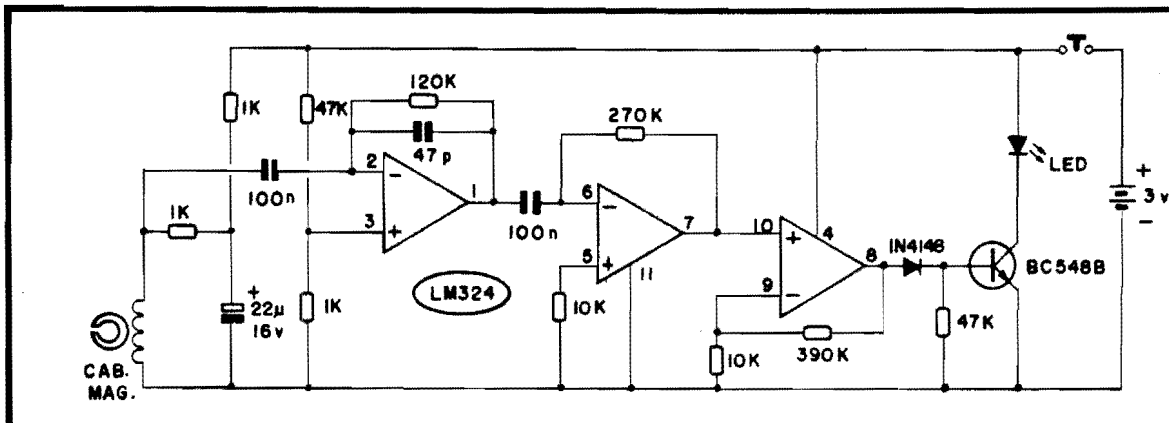

Fig. 1
- FIG. 1 - DIAGRAMA ESQUEMÁTICO DO CIRCUITO - A, "tese" do funcionamento está centralizada na seguinte função: "perceber" a presença do minúsculo campo magnético de segurança presente no interior da nota